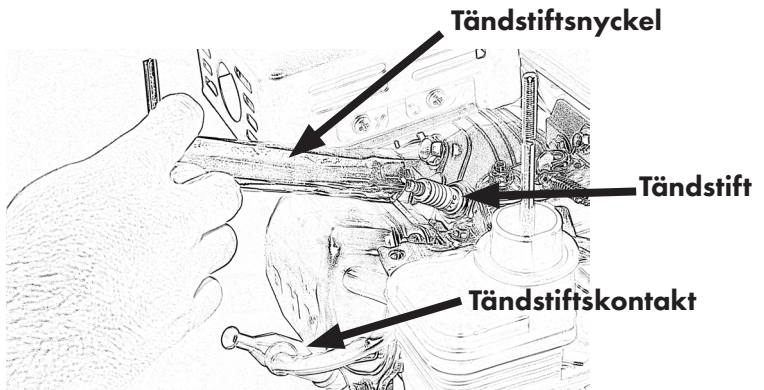

Bild 24
- Ta bort tändstiftslocket och lossa tändstiftet med hjälp av tändstiftsnyckeln, Fig. 24.